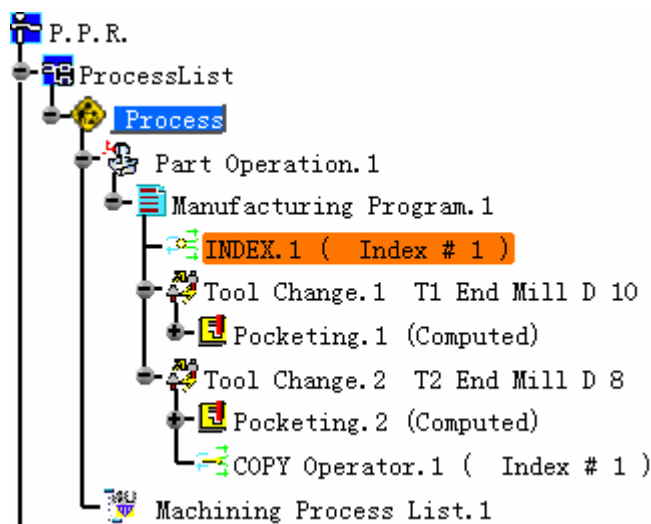

图 1-71 插入标志指示
(4) 选择对话框中的图标按钮  创建标志 (INDEX) 指示, 本例中, 选择 Tool Change.1 (刀具变换 1) 之前插入标志指示, 如图 1-71 所示。